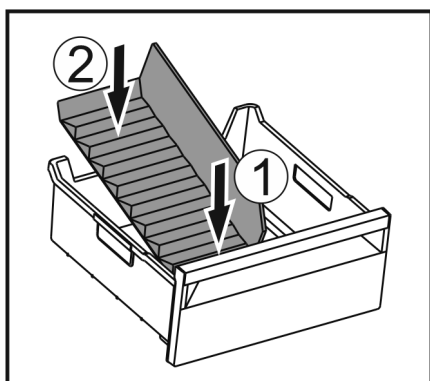

Fig. 226
- Vorderen Teil des Eisfach-Trenners einsetzen. Fig. 226 (1)
- Hinteren Teil des Eisfach-Trenners bis zum Schubfachboden absenken. Fig. 226 (2)